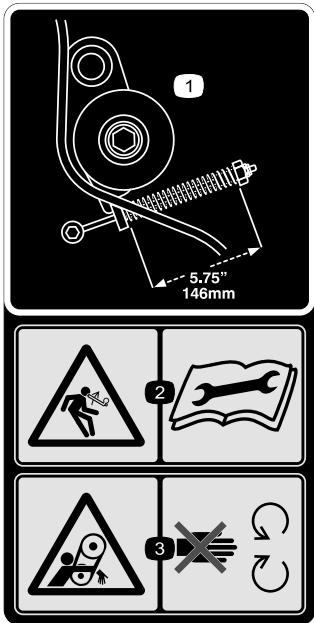

Figure 33
1. Vérifiez que la tension de la courroie est correcte en comprimant le ressort de tension à 146 mm (5 3/4 po); voir Figure 33.